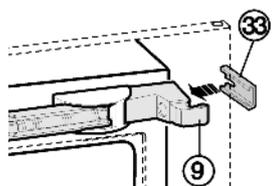

Fig. 27
- ▶ presser la pièce d'écartement Fig. 27 (33) sur le support d'appui Fig. 27 (9) dans la zone de la fente.